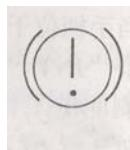

Рис. 5
1. Стояночный тормоз включен/потеря герметичности в одном из контуров тормозной системы. (Рис.5)